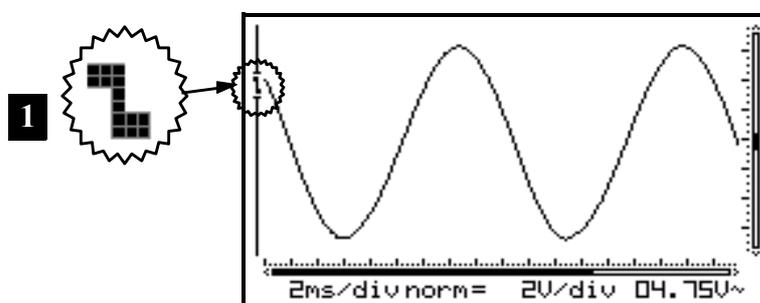

Fig 41
**1. Arranque en el flanco montante de la señal:** La pantalla visualiza la señal tan sólo cuando detecta un flanco positivo, es decir, la señal tiene que cambiar de abajo hacia arriba para provocar el arranque. (Fig. 41)